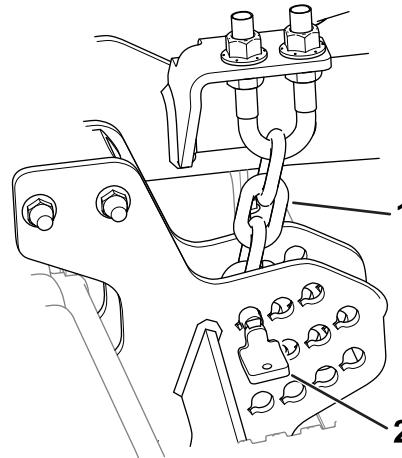

Figura 18
2. Retire los pasadores de altura de corte (Figura 18) de las placas laterales de la unidad de corte.